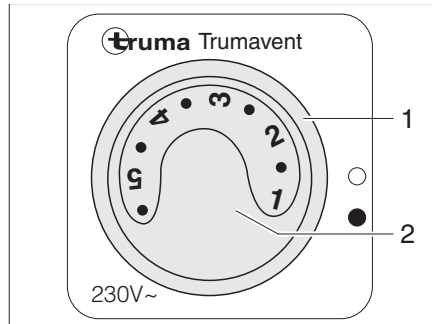

Bild 107 Reglage för cirkulationsfläkt (230 V)
- Ställ vridströmställaren (Bild 107,1) i läge "●".
- Ställ in önskad effekt på cirkulationsfläkten med vredet (Bild 107,2).
- Ställ vridströmställaren (Bild 107,1) i läge "○".